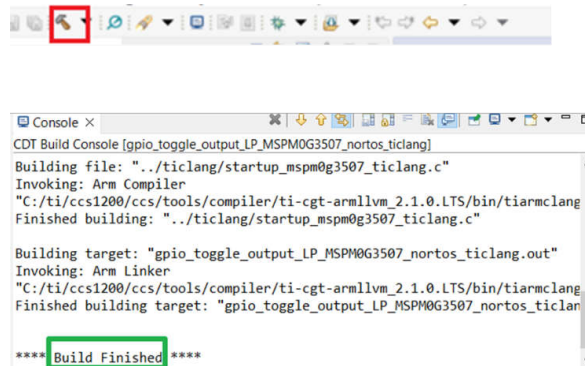

图 2-34. 成功构建
8. 用户完成软件评估后，请点击主工具栏中的 *build* 图标，如图 2-34 所示。*Build Finished* 外观表示编译成功。